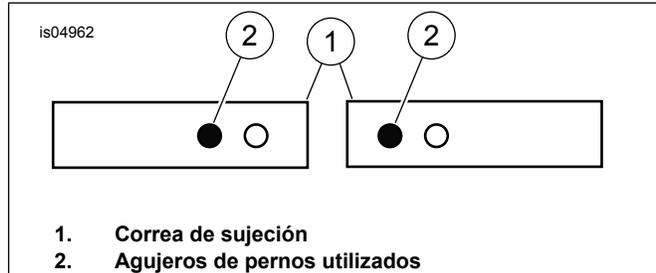

Figura 3. Configuración de la correa de sujeción
Vea la Figura 3. Cuando instale la correa de sujeción (1), asegúrese de que el tornillo de casquete (3) pase a través de los agujeros de la correa de sujeción (2) como se muestra.